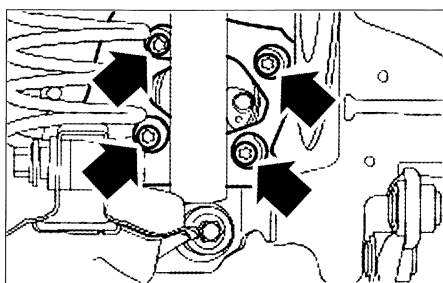

FIG. 14
- las cuatro fijaciones del cubo (fig. 14).